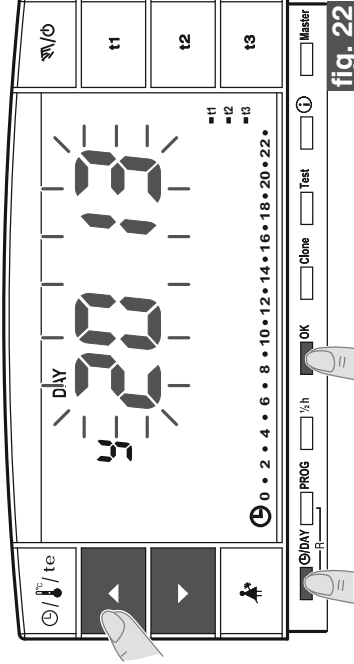

fig. 22
- Tenere premuto per circa 4 secondi il tasto "DAY" sino alla comparsa dell'anno (Y) lampeggiante.
- Modificare l'anno (se occorre) utilizzando i tasti ▲▼ (fig. 22); premendo ad impulsi si aumenta o diminuisce di un anno, la pressione prolungata attiva lo scorrimento rapido.